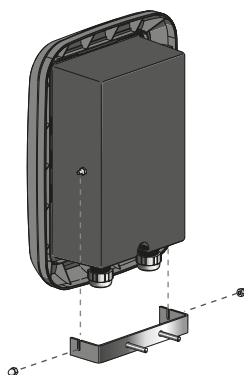

Figura 4.
5. Ubique el equipo de carga en el soporte y fjelo con las 2 tuercas incluidas en el set de montaje. Figura 4.